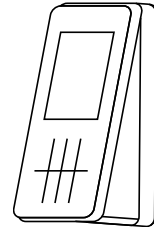

Рис. 18.
- Передняя крышка зажимается на задней крышке в соответствии с направлением, показанным на рис. 18, а клемма выровнена с отверстием для разветвления, чтобы гарантировать, что разветвление закреплено крышкой для повторного включения без помех.